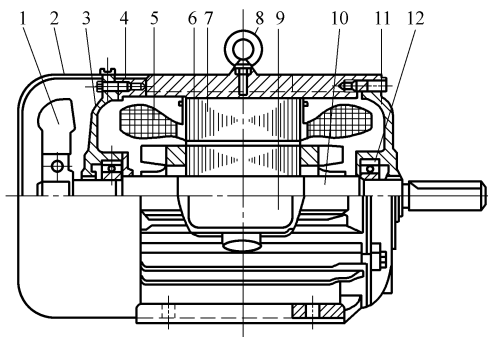
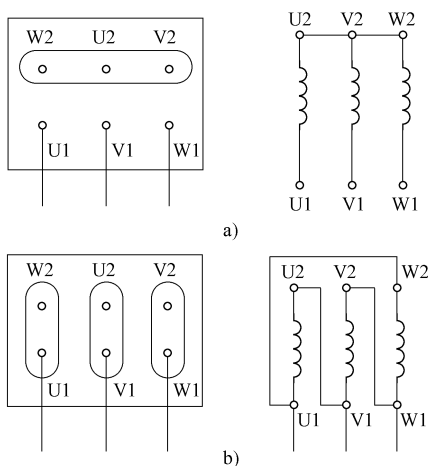

图 1-1 三相笼型异步电动机结构图
图 1-2 三相定子绕组的连接
三相异步电动机按结构可分为三相笼型（俗称鼠笼式）异步电动机和三相绕线转子异步电动机。图 1-1 所示为三相笼型异步电动机结构图。三相交流异步电动机一般由两个基本部分组成，一是固定不动的部分，称为定子；一是旋转部分，称为转子。
(1) 定子部分：定子部分（见图 1-1）由定子铁心 7、定子绕组 5 和机座 4 等组成。机座通常由铸铁制成，机座内装有用 0.5mm 厚的硅钢片叠制而成的定子铁心。为了减小涡流损耗，叠片间需要进行绝缘处理。一般小容量的电动机由硅钢片表面的氧化膜绝缘，大容量电动机的硅钢片间则涂有绝缘漆。定子铁心的内圆周上具有均匀分布的定子槽，槽内嵌放三相定子绕组。定子绕组与铁心之间垫有足够绝缘强度的绝缘材料。中小功率的电动机定子绕组一般采用漆包圆铜线或铝线绕制，大型异步电动机的导线截面积较大，采用矩形截面的表面绝缘的铜线或铝线绕制，定子绕组分为三组，作为三相绕组嵌放在
定子铁心槽内，三相绕组在定子铁心内整个圆周空间彼此相隔 120° 放置，构成对称的三相绕组，是电动机的电路部分。三相绕组的 6 个出线端引出后接在置于电动机外壳上的接线盒（见图 1-1 中的“9”）内。三相绕组的首端分别叫做 U1、V1 和 W1，其对应的末端分别叫做 U2、V2 和 W2。将接线盒中的 6 个接线端子进行适当连接，可以得到三相绕组的星形（Y）联结或三角形（ Δ ）联结，如图 1-2 所示。
(2) 转子部分：转子部分（见图 1-1）由转子铁心 6、转子绕组、转轴 10、风扇 1 等部分组成。
除了上述结构部件外，异步电动机还有前端盖、后端盖、轴承、风扇、风罩、吊环等，见图 1-1。